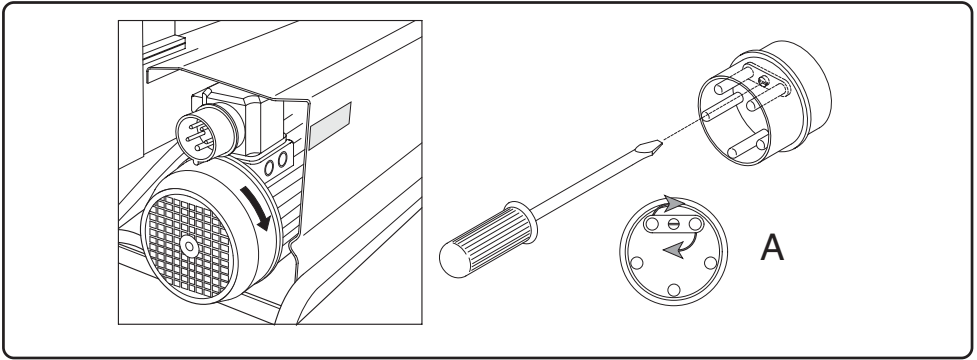

Fig. 3
2) Skru på motoren i ett eller to sekunder, ved å skru på den grønne knappen oppe på motoren, slik at man kunne se dreieretningen på motoren. Dersom motoren dreier i motsatt retning av hva som pilen på motor karteret viser, dra ut kontakten av støpselet og gå så videre frem med å bytte om de to polene i støpselet ved hjelp av skruen, som illustrert på A (Fig. 3).